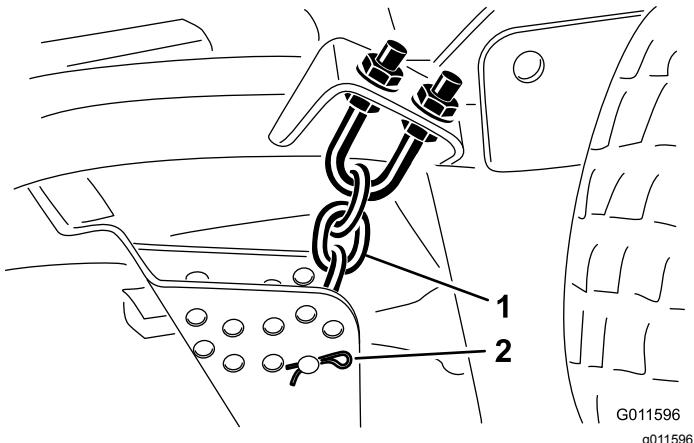

Figura 19
- Retire el pasador de horquilla y el pasador que fijan las cadenas de ajuste de la altura de corte a la parte trasera de la carcasa de corte (Figura 19).